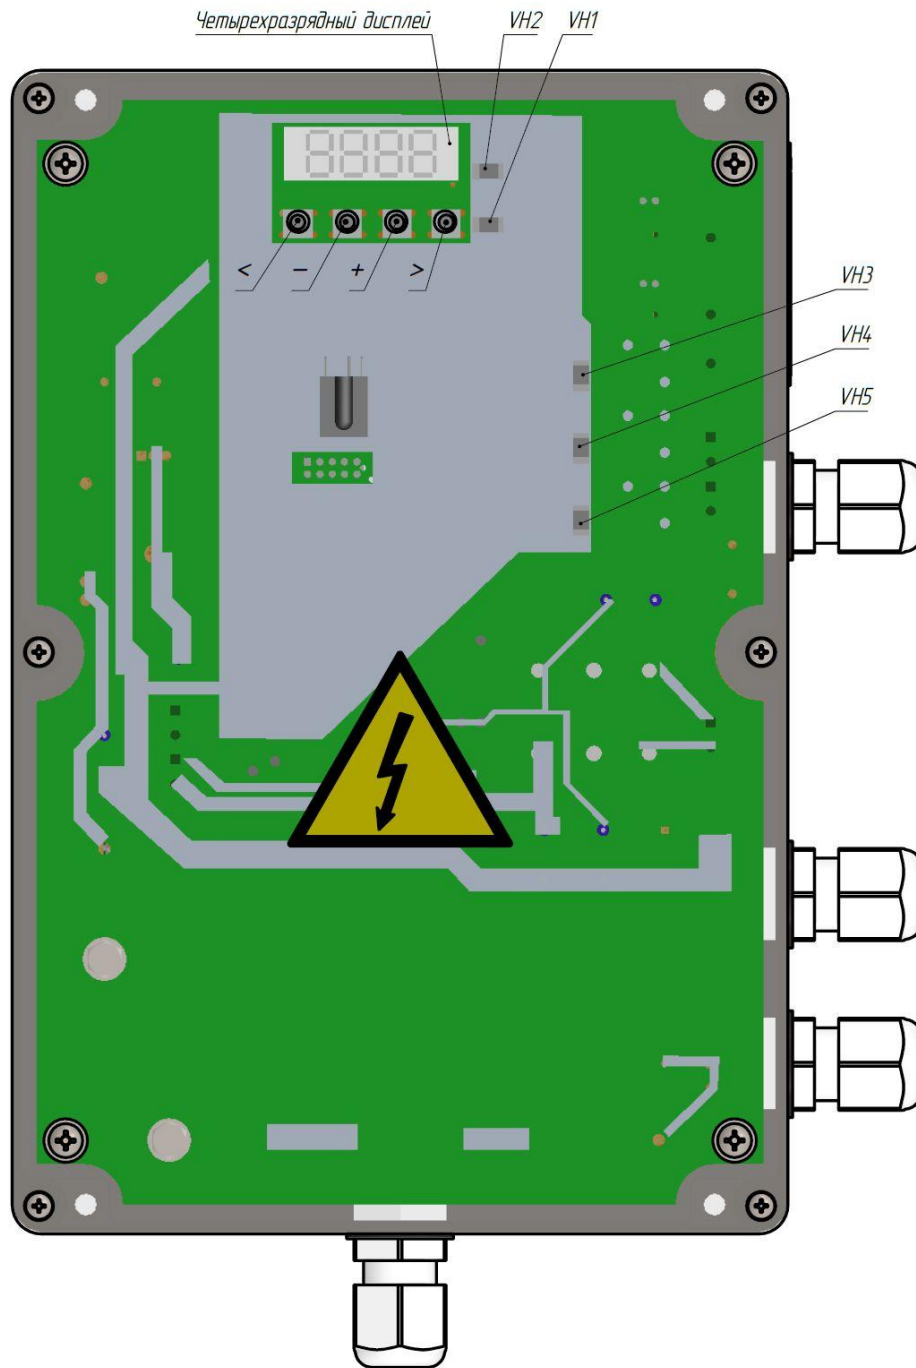

Рис. 2
3.2.1 Устройство смонтировано в прямоугольном пластиковом корпусе имеющим следующие размеры: ширина – 240 мм, высота – 90 мм, глубина – 160 мм. Внешний вид Устройства приведен на рис. 2.